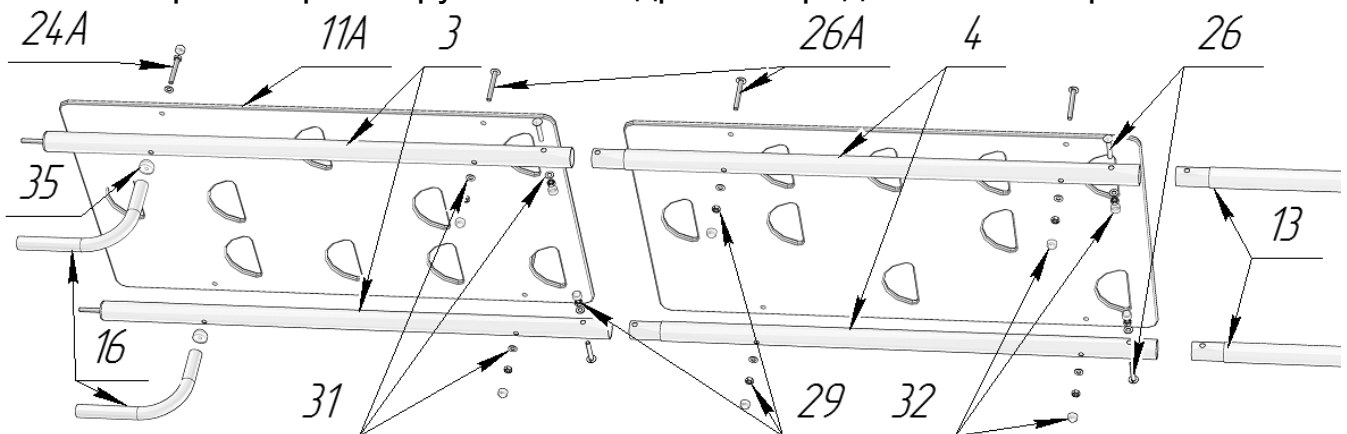

Рис.5
5.3. Сборка опорных труб со скалодромом представлена на рис.5.